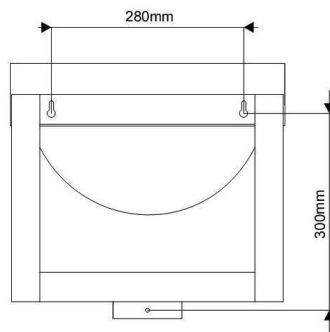

Abb. 2
- Berücksichtigen Sie dabei den in der Abb. 2 angegebenen Abstand zwischen den Bohrungen von 280 mm.